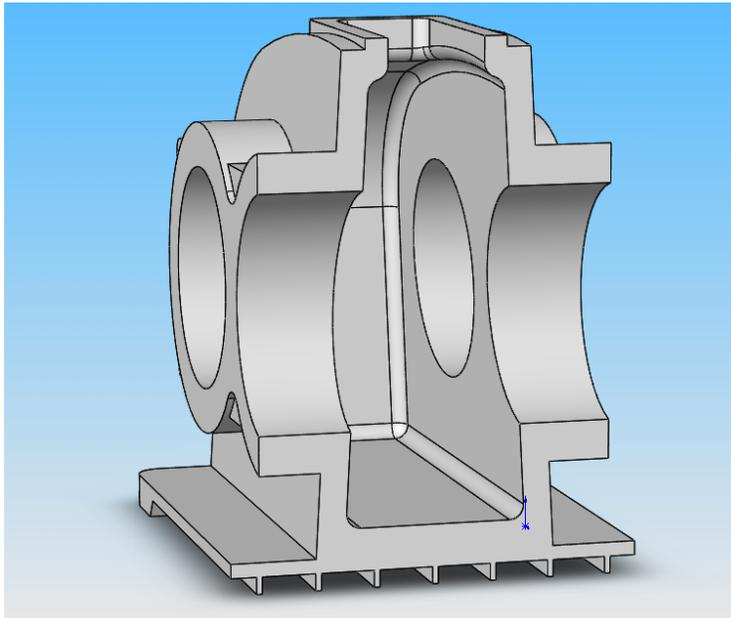

Bild 6.16:
- Hilfreich ist hier auch wieder die Schnittansicht: Mit einer zweiten Schnittebene können Sie das Gehäuse in zwei und maximal drei Ebenen schneiden (Abb. 6.16).